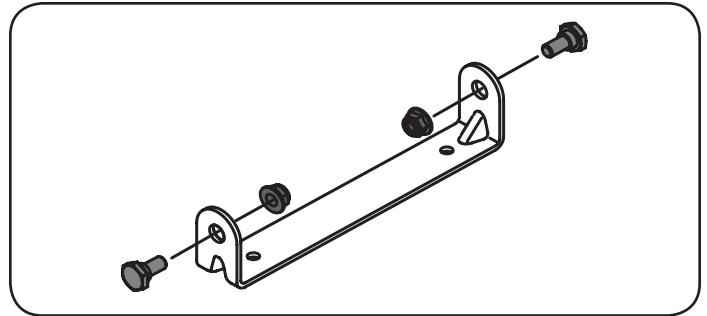

Figura 5
1. Extraiga los dos pernos con reborde y las tuercas de seguridad del soporte de montaje del asiento incluido en el paquete de elementos de ferretería. Vea la Figura 5.